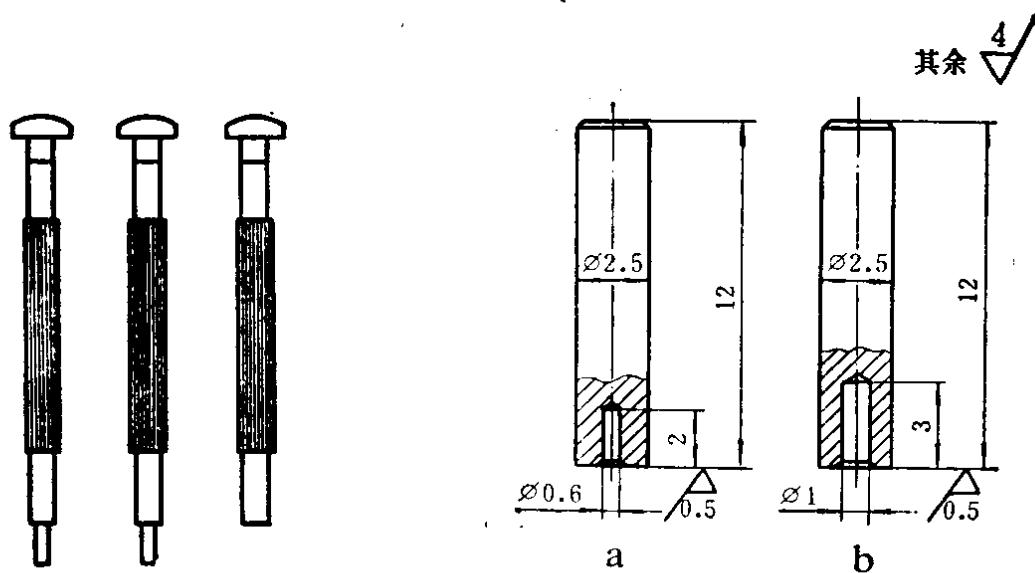

图1-4 各种针冲子
3. 针冲子 针冲子是用来安装时、分、秒针的。按用途可以分为时针冲子、分针冲子和秒针冲子三种(见图1-4)。时针冲子和分针冲子的冲头中间带孔，孔的直径略大于分轮管和秒齿轴尖的外径。冲头镶在改锥杆上。秒针冲子则是一个实心的平头改锥杆。图1-5所给出的冲头尺寸可以适应多种型号的手表。